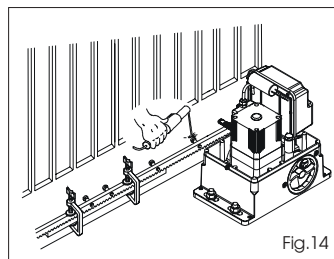

Fig. 14
5) Ein weiteres Element der Zahnstange an das vorherige Element anlegen, um die Verzahnung der beiden Elemente in Phase zu bringen. Dabei wird ein Stück der Zahnstange, wie in Abb. 14 gezeigt, verwendet.